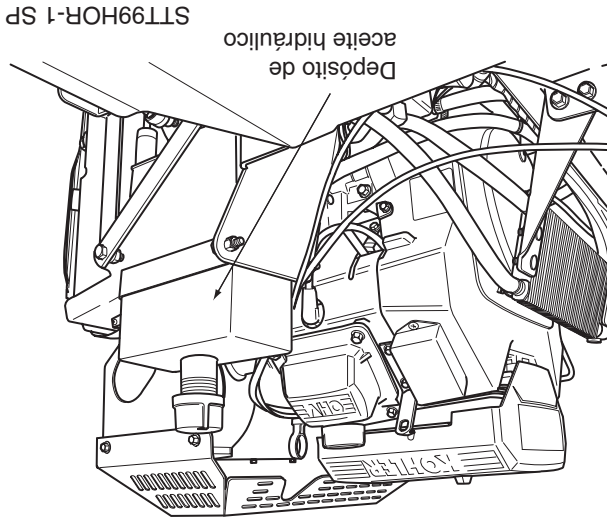

Figura 7-2 Depósito de aceite hidráulico
2. Coloque un recipiente adecuado debajo del filtro de aceite hidráulico. Quite la tapa del depósito de aceite hidráulico. Retire el tapón de drenaje de la conexión en la base del filtro de aceite. (Vea la Figura 7-2) Permita drenar el fluido en el recipiente y deséchelo apropiadamente.